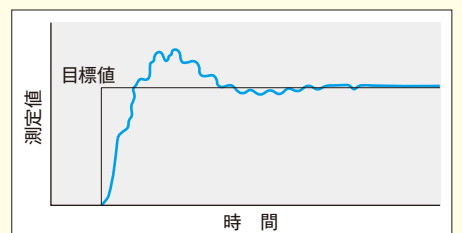

図2.3 微分時間(T_d)の調整
- (3) 微分時間(T_d)は0からスタートし、少しずつ大きい値に変えていきます。図2.3のように測定値に短周期の振動が現れたら止め、少し小さい値に戻します。
- (4) 最後に、測定値の振動が始まらない程度で比例帯を小さな値に微調整します。